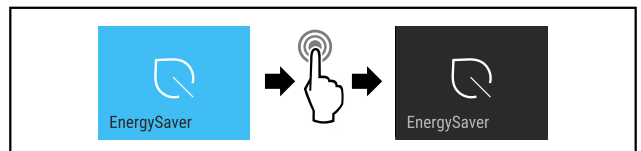

Fig. 15
- Suivre les étapes (voir Fig. 15) .